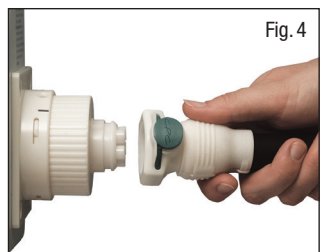

Fig. 4
- Forbind pudens luftslange til adaptoren så mærkerne flugter (Fig. 4). Sørg for, at de er korrekt isatte med et hørbart klik, ellers kan der opstå luftlækage.